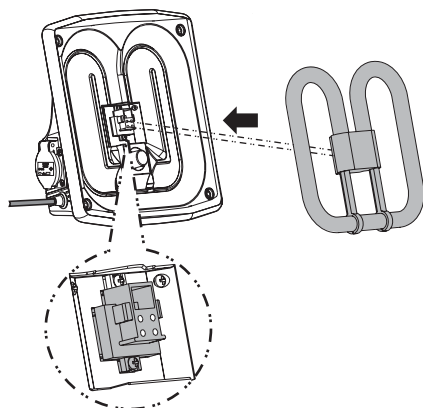

Fig. 16
5.1.4 Instale a lâmpada nova. Certifique-se de que utiliza uma lâmpada 38 W (55 W) e que a coloca no porta-lâmpada. (Fig. 16).